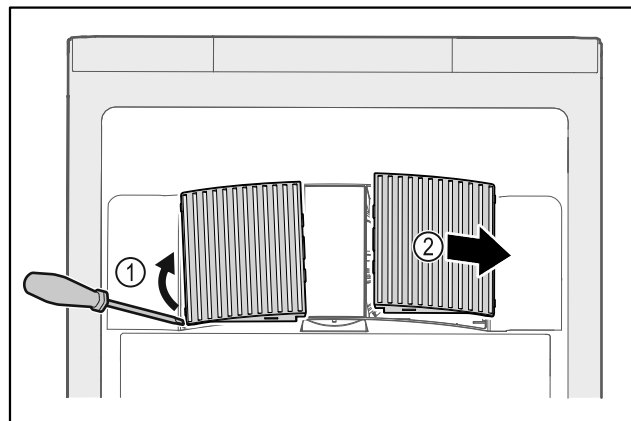

Fig. 126
- ▶ Ostrożnie podważyć osłonę wentylatora z boku Fig. 126 (1) i zdjąć do przodu Fig. 126 (2).